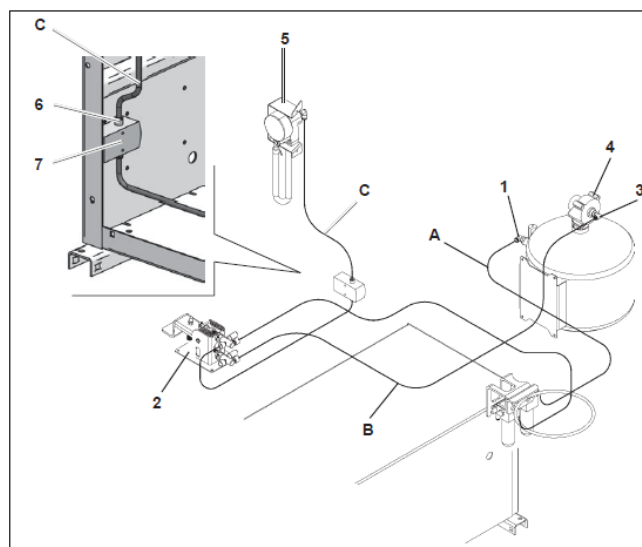

Рис. 10
- n) Подсоедините шланг А (Рис.10) (выходящий из лубрикатора) с разъемом 1;